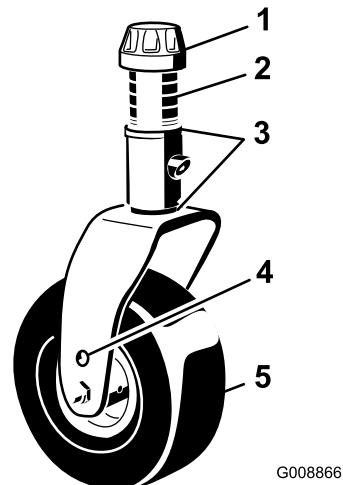
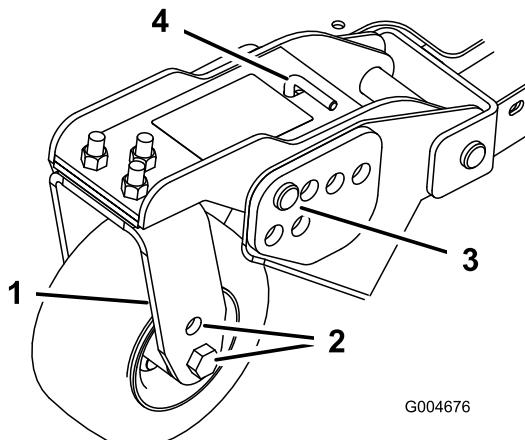
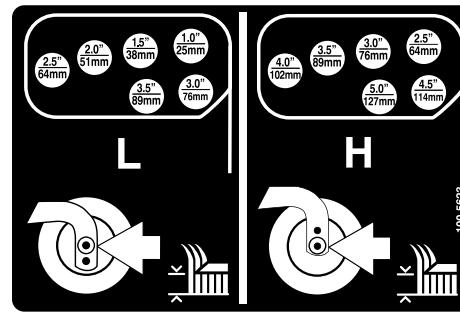

Bild 18
Bild 20
Bild 21
1. Stecken Sie die Laufradachsen in allen Laufradgabeln in die gleichen Löcher (Bild 18 und Bild 20).
2. Entfernen Sie die Spannkappe von der Spindelwelle und ziehen die Spindel aus dem Laufradarm heraus (Bild 18).
- Entfernen Sie den Splint und die Lastösenbolzen von den Laufradgelenkkästen (Bild 20).
- Drehen Sie die Spannstange, um den Gelenkkasten anzuheben oder abzusenken, bis die Löcher mit den ausgewählten Löchern in der Schnitthöhenhalterung im Mähwerkrahmen ausgerichtet sind (Bild 20 und Bild 21).